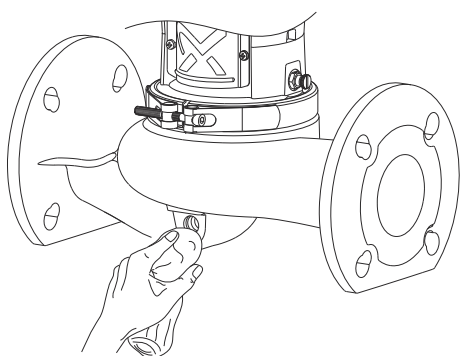

Рис. 8 Очистка отверстия датчика
5. Вытяните кабель датчика (530) из клеммной коробки через кабельную муфту.
6. Открутите винт (534a) и потяните кабельный зажим (534) вправо.
7. Держите датчик (531) за корпус и аккуратно двигайте его из стороны в сторону, чтобы извлечь его из корпуса насоса.
8. Очистите отверстие для датчика куском ткани и убедитесь, что в нем не осталось грязи. См. рис. 8.